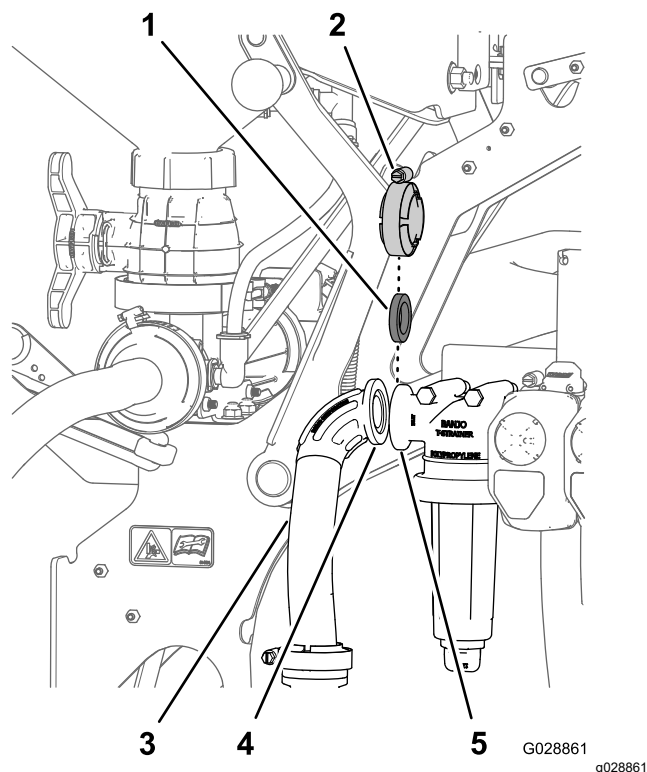

Figura 28
1. Alinai flana fittingului de 90° al furtunului de intrare cu flana capului filtrului sub presiune (**Figura 28**).
2. Fixai furtunul de intrare de capul filtrului sub presiune cu ajutorul garniturii i clemei cu flană (**Figura 28**) îndepărtate în 1 din **Pregătire pentru montarea supapei ejectorului** (Pagină 11).